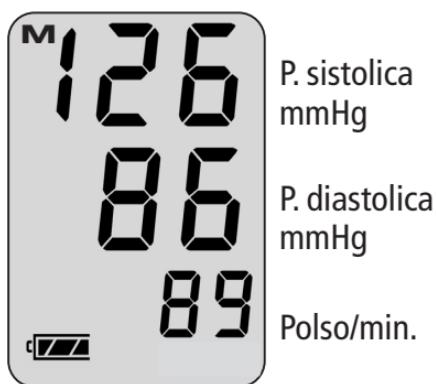

Fig. 8
- | Il valore dell'ultima misura apparirà per circa 3 secondi. Dopodichè l'unità si spegnerà automaticamente (vedere Fig. 8).